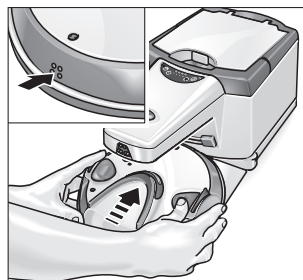

Fig. 7: Idrifttagning efter en længere hvileperiode
- Stil robotten i ladestationen og tryk robottens ladekontakt mod stationens ladekontakt i ca. 60 sekunder (fig. 7).